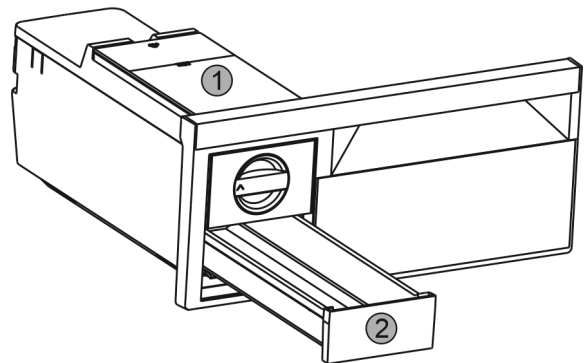

Fig. 66
- ▶ Vyměňte nádržku na vodu *Fig. 66 (1)* a zásuvku na kostky ledu *Fig. 66 (2)*.